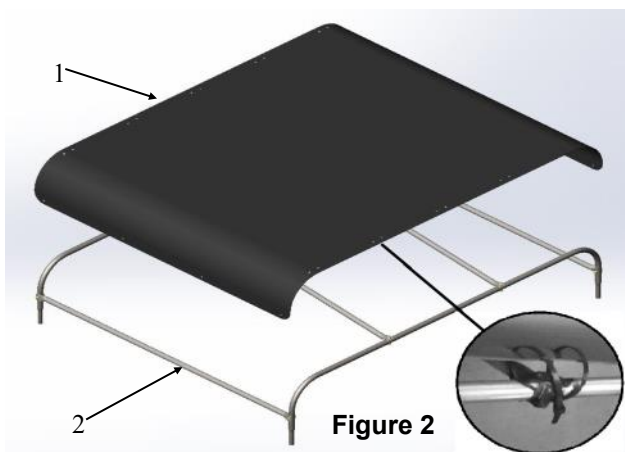

Figure 2
Positionner le renfort de toit (fig.2, item 1) sur l'assemblage du châssis (fig.2, item 2) et les relier à l'aide de 18 attaches de nylon.